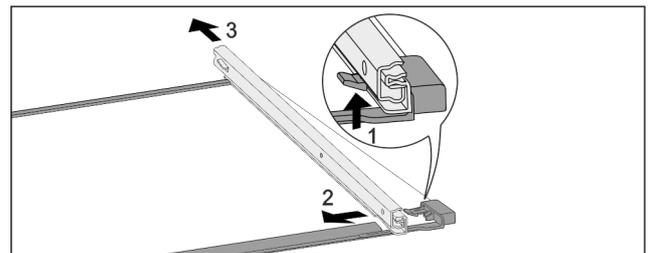

Fig. 107 Glasplatte mit Schienen
- Vordere Rasthaken nach oben drücken. Fig. 107 (1)
- Auszugsschiene zur Seite Fig. 107 (2) und nach hinten Fig. 107 (3) wegschieben.